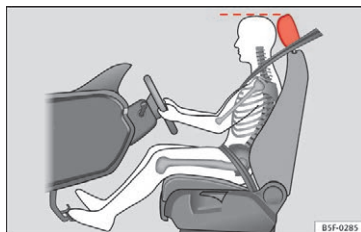

Fig. 73 Korrekt indstilling af førerens hovedstøtte
- Indstil hovedstøtterne således, at hovedstøttens øverste kant er på højde med den øverste del af dit hoved » Fig. 73.